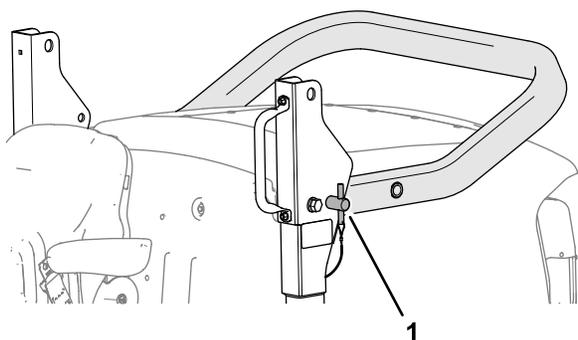

図 22
2. ピボットブラケットからロールバーピンを取り外す(図 22)。